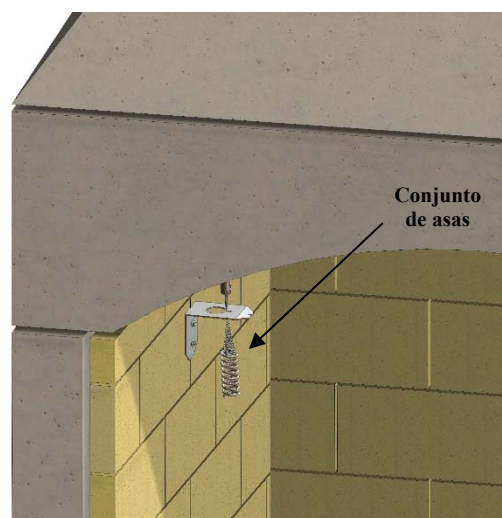

Figura 30. Montaje del soporte y del asa
D. Introduzca el cable de tracción a través del soporte y ajustar la longitud según las instrucciones del fabricante del amortiguador. Coloque el conjunto de la manivela en el soporte y compruebe que la compuerta funciona correctamente. Véase la figura 30.